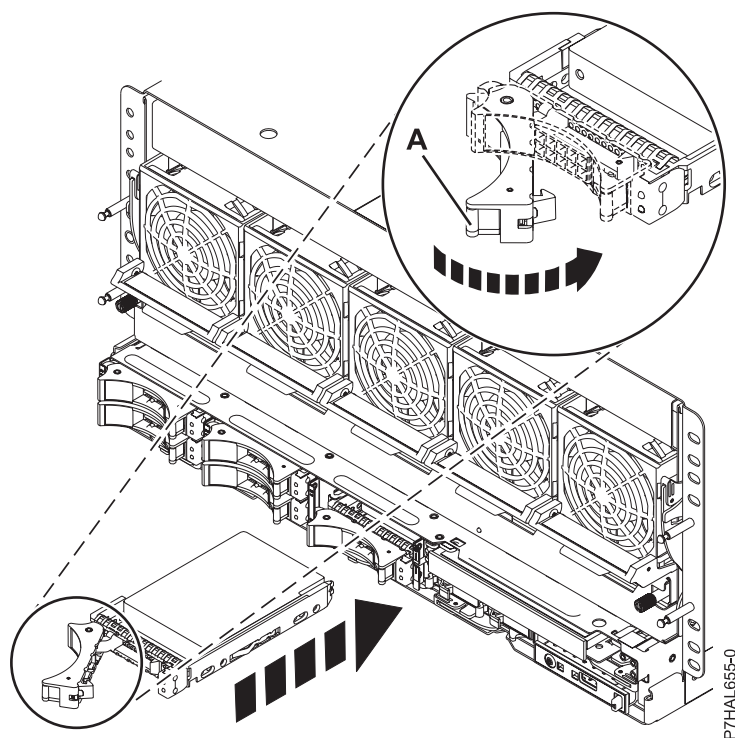

Figura 14. Instal·lació de la unitat de disc al sistema
5. Moveu la unitat fins al fons de la unitat del sistema o de la unitat d'expansió i pressioneu la nansa de la unitat (**A**) fins que quedi ben encaixada. Consulteu Figura 14 a la pàgina 25 que mostra la instal·lació d'una unitat al sistema.